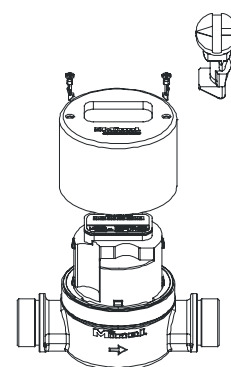

Abb. 8
- 2.16 Zählwerk in Ableseposition drehen. Kappe zum Plombieren über das Zählwerk schieben. Die Kunststoffplomben (Demontageschutz) mit dem Widerhaken nach innen in die Plombenlöcher der Kappe stecken und einrasten (Abb. 8).